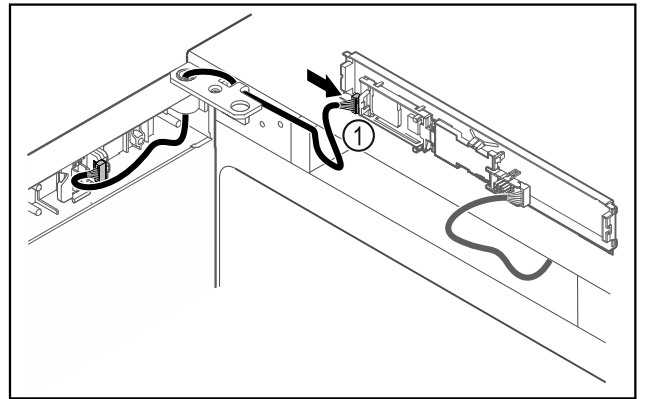

Fig. 48
- ▶ Enchufar el conector Fig. 48 (1) en la platina.